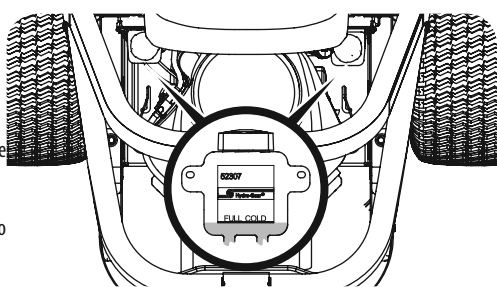

Figura 33
1. Limpie la tapa del depósito y el área que la rodea para evitar que el aceite de transmisión se contamine con partículas. Consulte la Figura 33.
2. Gire la tapa del depósito en sentido contrario al de las agujas del reloj para retirarla, luego controle el nivel de aceite del depósito. El aceite debe ser visible en la base de la cubeta, pero el nivel del mismo NO debe estar por encima de la línea de "LLENO FRÍO". Consulte la Figura 33. NO LLENE EL DEPÓSITO.
1. Extraiga el tapón del depósito de expansión de aceite transmisión. Consulte la Figura 33.